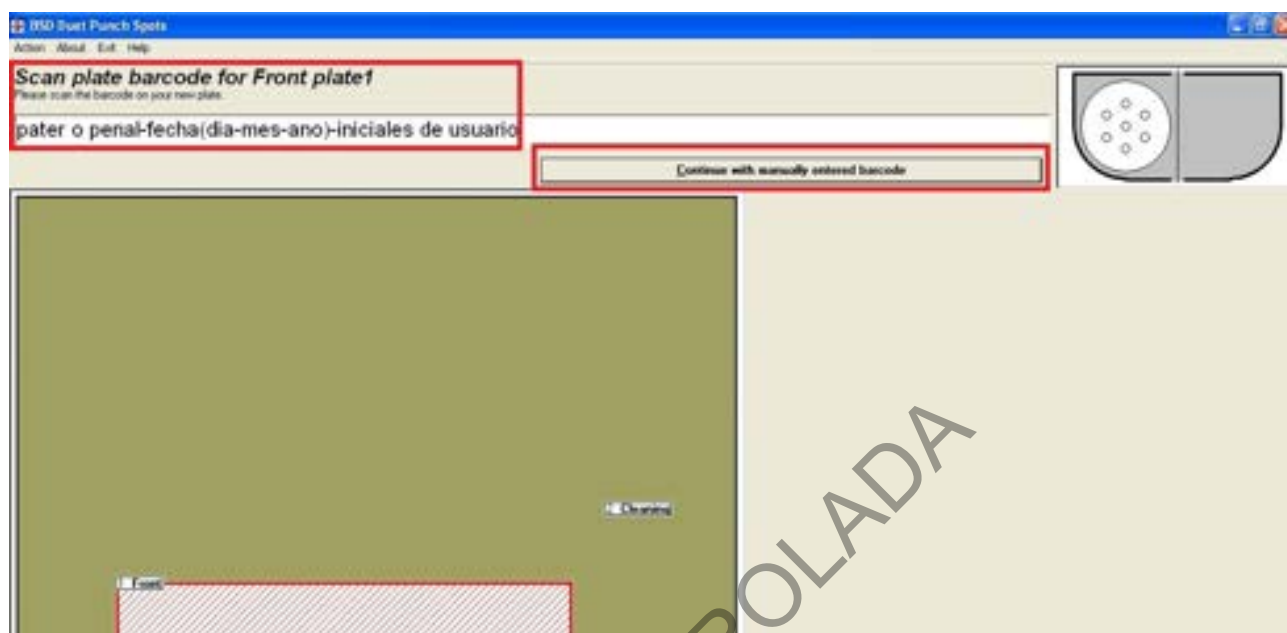

Figura 10. Introducción del nombre de la placa
- 7.2.6** En la pantalla que se despliega, bajo la opción "Scan plate barcode for ..." asigne un nombre a la corrida y haga clic en "Continue with manually entered barcode" (ver figura 10).